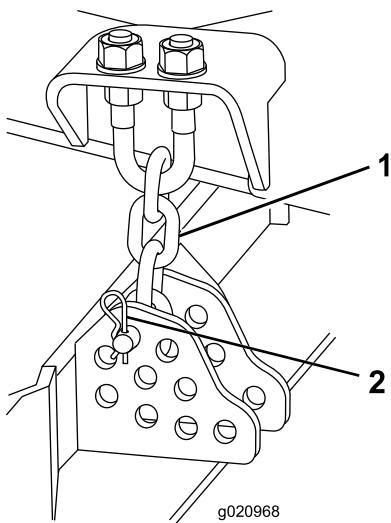

Figura 16
9. Togliete la coppia e il perno con testa che fissano le catene dell'altezza di taglio sul retro del piatto di taglio (Figura 16).